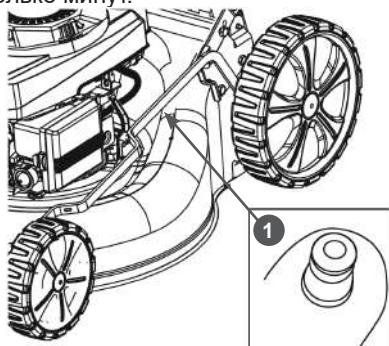

Рис. 23 Расположение коннектора для подключения шланга
- Установите нож на направляющие адаптера и закрепите его болтом и шайбой, как показано на Рис. 23. Убедитесь, что нож установлен правильно.